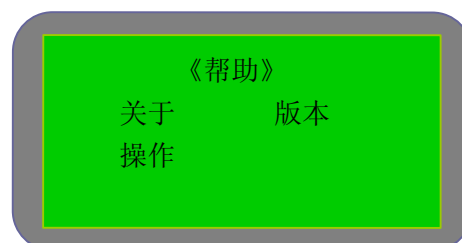

图 5-7
- 帮助：在主菜单中选择“帮助”，进入帮助界面（见图 5-7），有三个选项：关于（关于本公司的一些信息）、版本（调取 MMI 版本号和 CPU 版本号）和操作（对于本面板操作方法的简单说明）。